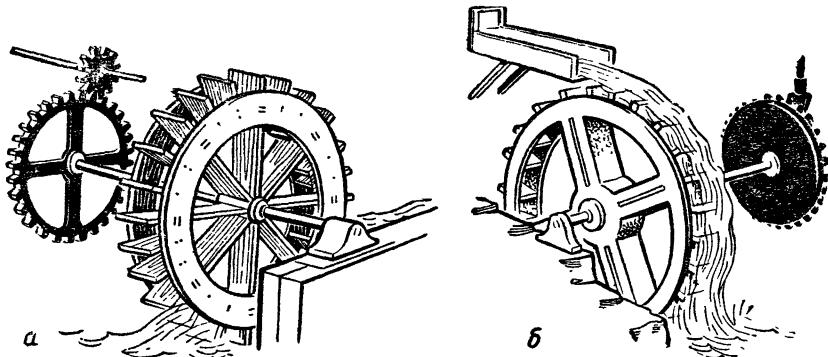

Рис. 167. Водяные колеса:
1. Нижнебойное. Его устанавливают в свободном потоке. Напор текущей воды действует на лопатки колеса и приводит его во вращение (рис. 167, а).
2. Верхнебойное, которое вращается под действием веса воды, падающей на лопатки сверху (рис. 167, б).